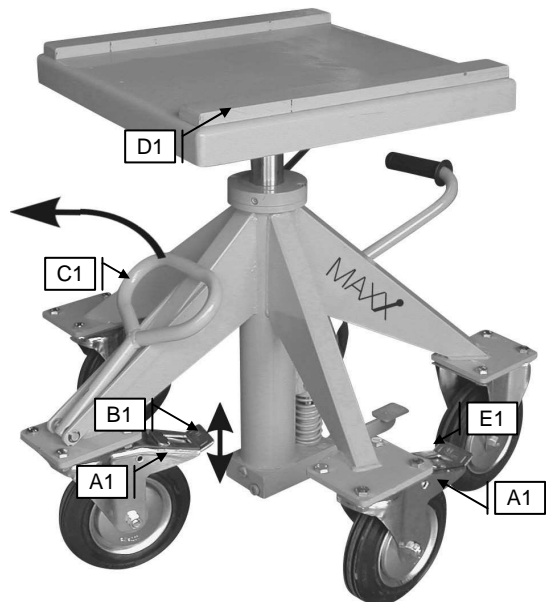

Abbildung 5.1 – Drehbock Maxx bewegen
- Zuerst prüfen, ob die drei Totalfeststeller [Abb. 5.1; A1] des Drehbocks Maxx auf Stop gestellt sind.
- Kontrollieren Sie, ob die drei Lenkrollen [Abb. 5.1; D2] des Drehbocks Maxx nach außen gedreht sind. Die Standsicherheit ist somit maximiert.